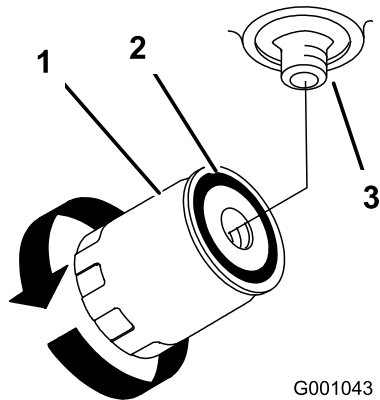

Figura 71
4. Retire o filtro antigo e limpe a superfície da junta do adaptador do filtro (Figura 71).
- Rode o filtro de fluido hidráulico no sentido dos ponteiros do relógio até que a junta de borracha toque no adaptador do filtro e, em seguida, aperte o filtro mais 1/2 volta (Figura 71).